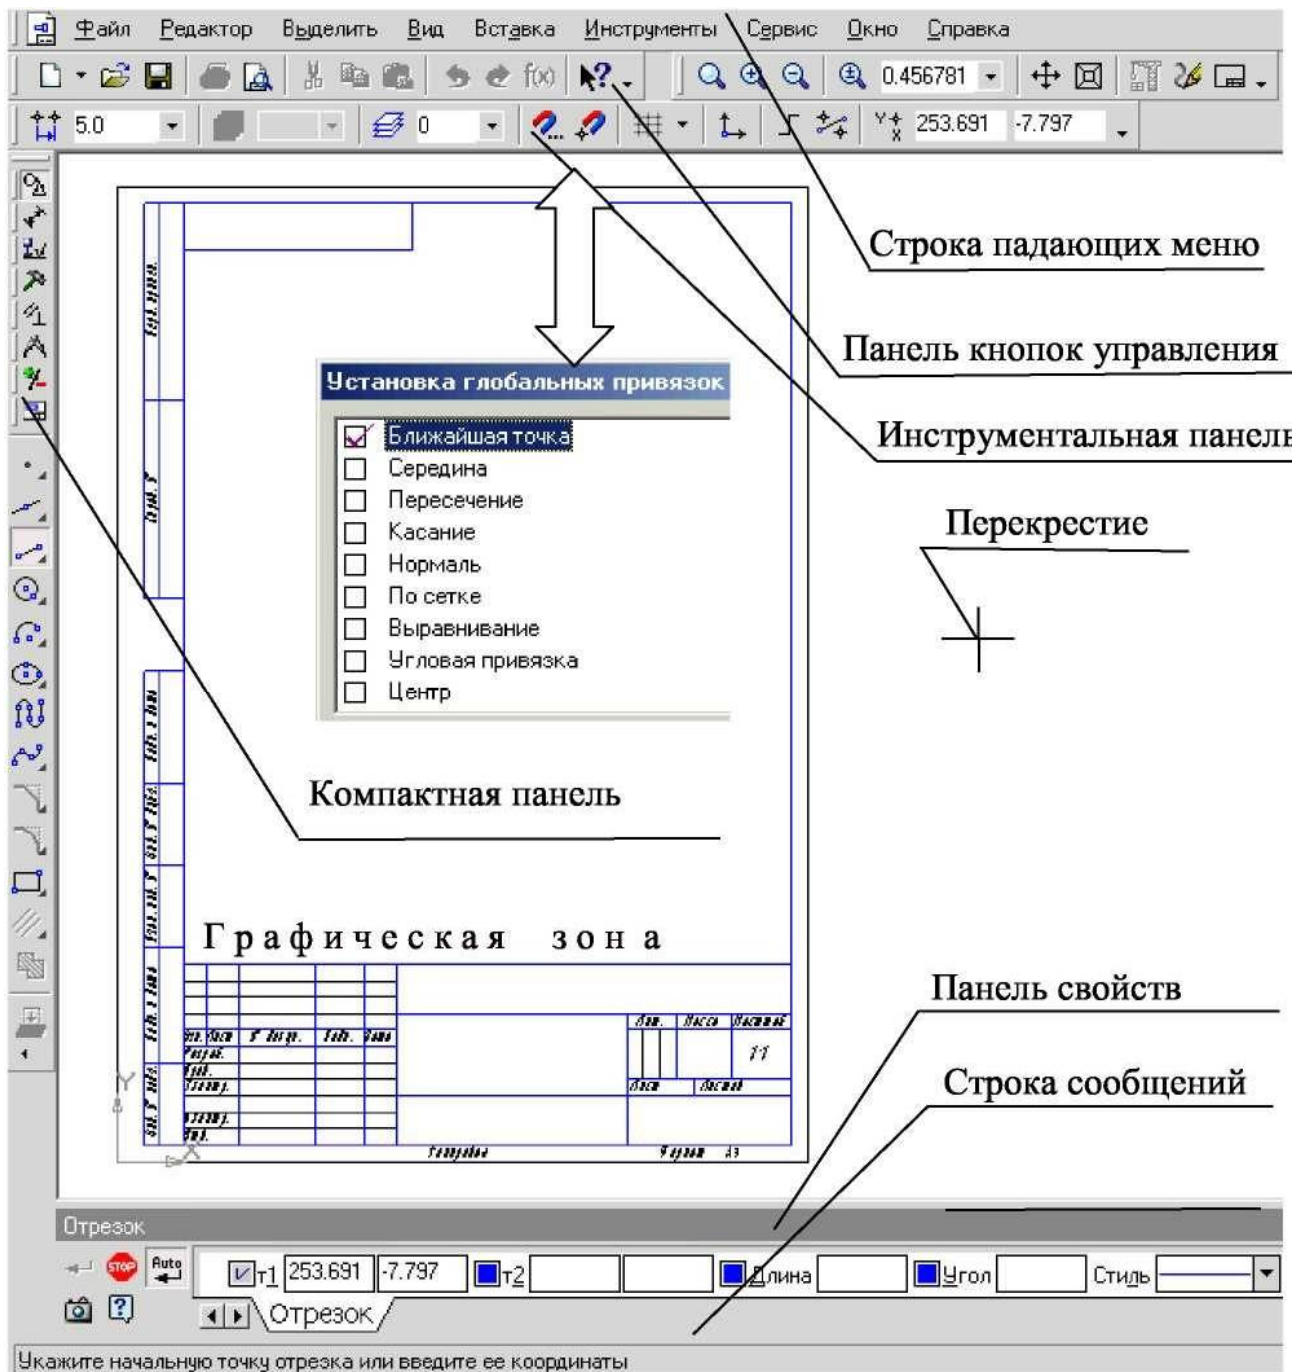

Рис. 1.6. Рабочее окно при вызове документа **Чертеж**
1. **Чертеж** - основной тип графического документа в системе Inventor. Чертеж содержит графическое изображение изделия в одном или нескольких видах, основную надпись, рамку и всегда содержит один лист заданного пользователем формата (рис. 1.6). Файл чертежа имеет расширение **.cdw**